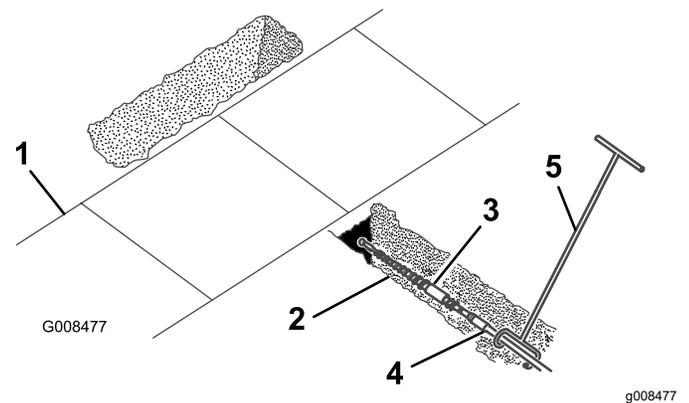

Рисунок 5
5. В присутствии другого лица, стоящего с правой стороны траншеи и направляющего буровую насадку (Рисунок 5), оператор запускает двигатель, передвигает селекторный клапан насоса в положение SLOW (Медленно) (только для тяговых блоков серии 200 и 300), устанавливает дроссельную заслонку посередине между положениями SLOW (Медленно) и FAST (Быстро) и перемещает рычаг управления вспомогательной гидравликой назад для запуска вращения буровой насадки в прямом направлении.
6. Медленно переместите тяговый блок вперед, при этом другой человек с направляющим инструментом штока направляет буровую насадку в грунт (Рисунок 5).
4. Подсоедините направляющую штока к штоку непосредственно за буровой насадкой (Рисунок 5).